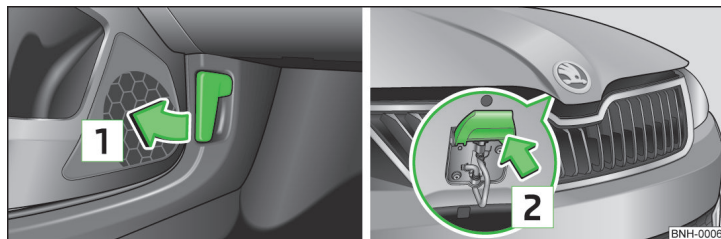

Fig. 111 Palanca de desbloqueo del capó del vano motor / palanca de desbloqueo
- Tirar de la palanca de desbloqueo ubicada debajo del tablero de instrumentos en el sentido de la flecha **1** » fig. 111.
No levante nunca el capó con la palanca de desbloqueo » fig. 111.